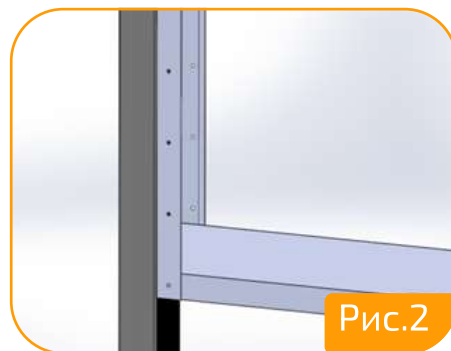

Рис.2
2. Установить внизу 1 шт Планка Ламель конек 2490 мм в стойки боковые 60x40x2000 мм (2 шт). Закрепить заклепками вытяжными. (Рис.2).